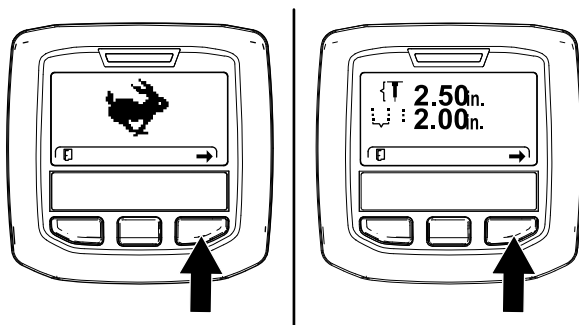
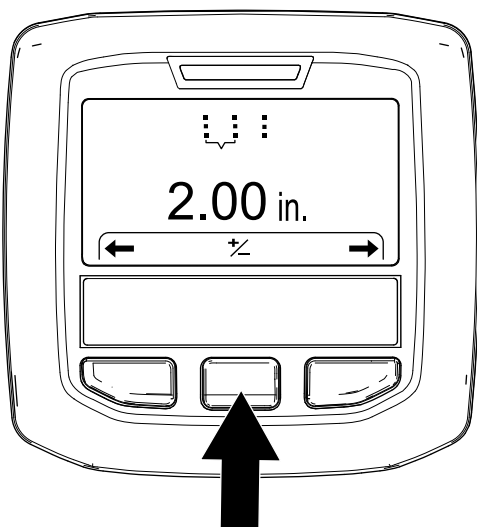

Рисунок 54
Рисунок 55
3. Нажимайте правую кнопку инфо-центра, пока не отобразится экран Setting the Hole Spacing (Установка расстояния между проколами) (Рисунок 54 и Рисунок 55).